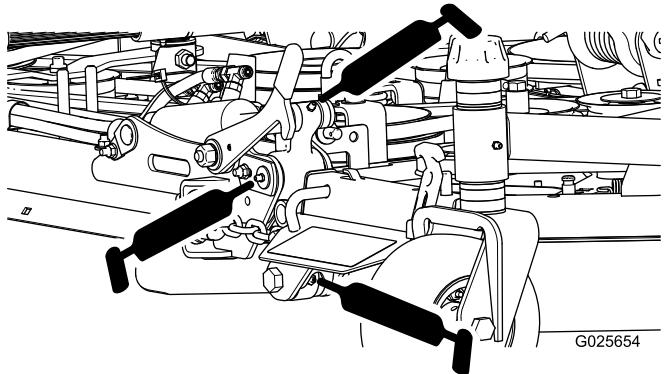

Figura 14
- Bisagras de las carcchas laterales (10) (Figura 14)